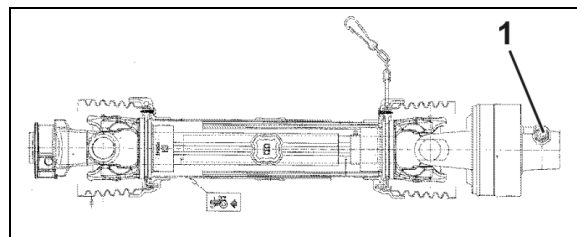

Fig. 24
1. Sæt kardanakslen på gearindgangsakslen, og fastgør den med skruen (Fig. 24/1).